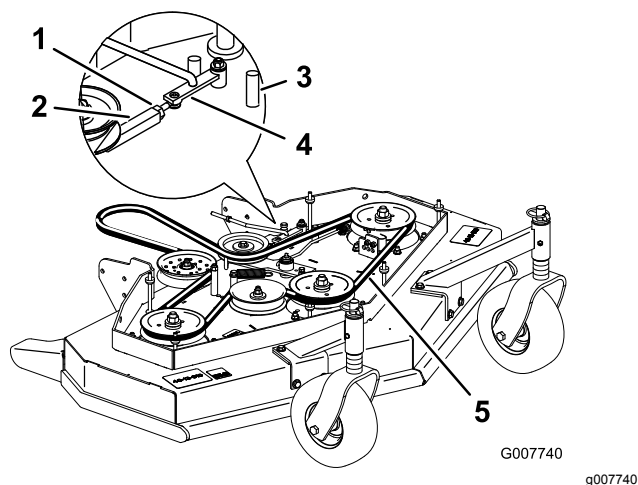

Figura 46
3. Allentate il dado di bloccaggio sul tornichetto (Figura 46).
4. Ruotate il tornichetto verso la parte posteriore del piatto di taglio per aumentare la tensione sulla cinghia. Ruotate il tornichetto verso la parte anteriore del piatto di taglio per ridurre la tensione sulla cinghia (Figura 46).